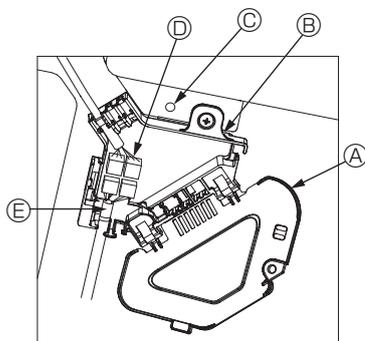

Fig. 6-9
- ① Die Sicherungsschraube des Anschlusskastendeckels entfernen, den Deckel in Pfeilrichtung schieben (siehe Abbildung) und den Deckel öffnen.
- ② Im Anschlusskasten das Verbindungskabel für den Klappenmotor des Gitters und das Kabel für den Klappenmotor suchen und die Kabel anschließen. (Fig. 6-9) Es sind zwei Klappenmotor-Steckverbinder vorhanden: ein blauer und ein orangefarbener Steckverbinder. Darauf achten, dass die Steckverbinderfarben beim Anschließen passen.